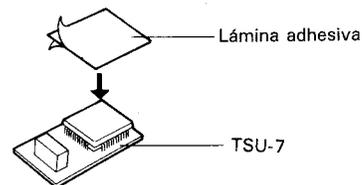

Fig. 1
1. Colocar la lámina adhesiva suministrada con el TSU-7 en el frente (lado del conector) de la unidad. (Fig.1)